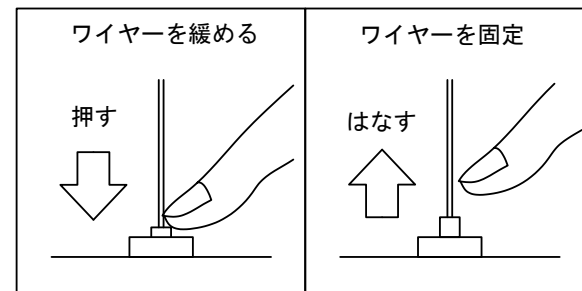

図 2
7. 器具の高さを調整する場合は、ワイヤー調整金具を緩めて、ワイヤーの長さを調整してください。（図2）